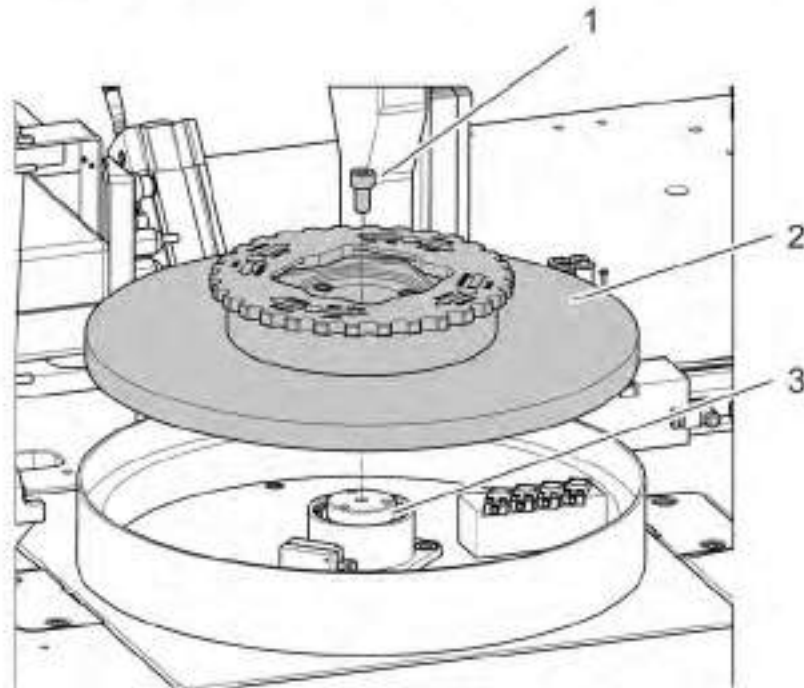

Abb. 9-1: Werkstückaufnahme wechseln
- 1 Lösen Sie die Schraube (Pos. 1 in Abb. 9-1; "Werkstückaufnahme wechseln")